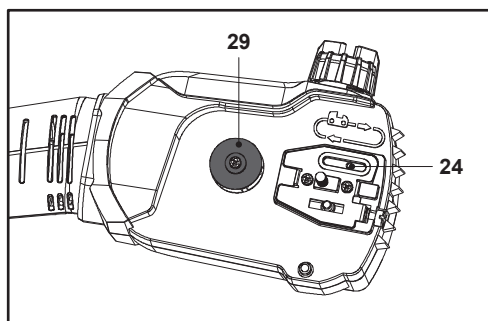

Fig. 44
1. Démonter le guide-chaîne (19) et la chaîne (20) en procédant dans l'ordre inverse du montage.
2. Vérifier si l'orifice de lubrification (24) est bouché et le nettoyer si nécessaire afin d'assurer la bonne lubrification du guide-chaîne et de la chaîne pendant le fonctionnement. Utiliser un fil de fer souple suffisamment petit pour l'insérer dans l'orifice d'évacuation de l'huile (Fig. 44).